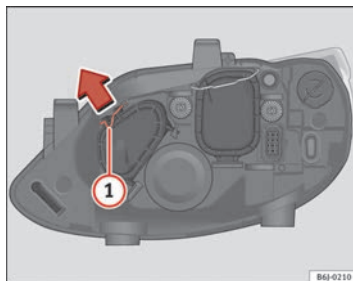

Abb. 150 Fernlicht
- – Verschieben Sie die Strebe **①** in Pfeilrichtung und nehmen Sie den Deckel ab ⇒ **Abb. 150**.